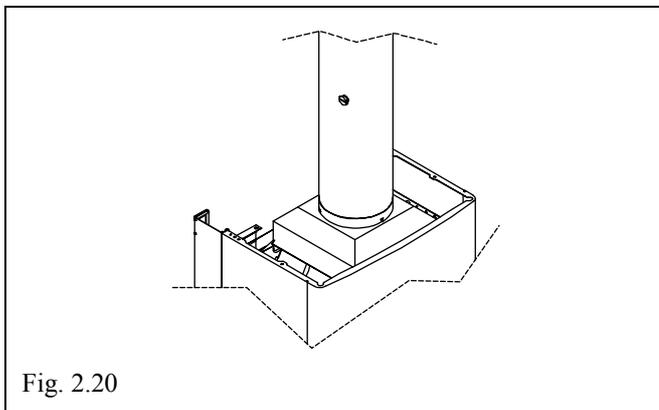

Fig. 2.20
- Praticare un foro nel tratto di tubo rettilineo dopo l'uscita della cappa ad almeno 250 mm (come prescritto dalle Norme vigenti - FIG. 2.20);